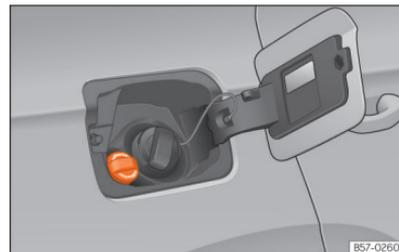

Abb. 206 Verschlussdeckel des AdBlue®-Tanks
- Öffnen Sie die Tankklappe »» (Abb. 206).
- Verschlussdeckel SCR-Einfüllstutzen nach links drehen »» (Abb. 206).